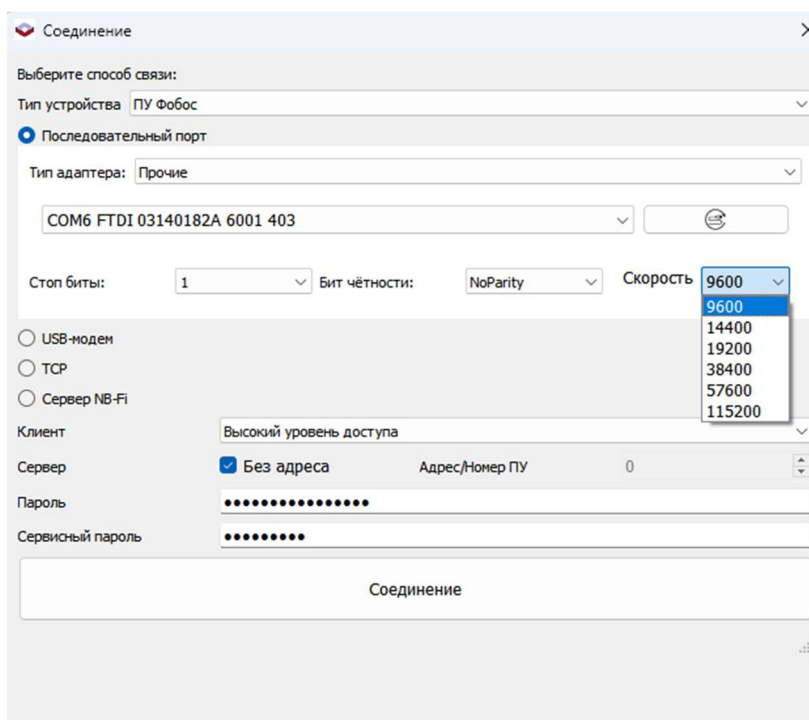

Рисунок 4.3
1. Выбрать способ связи «Последовательный порт», убедиться, что в выпадающем меню «Типа адаптера» активен пункт «Прочее» (см. Рис. 4.3).